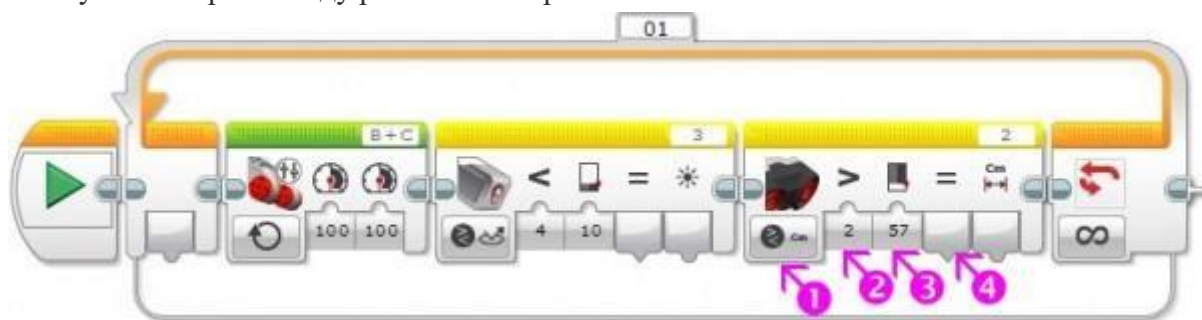

Рис. 8
4. В случае использования ультразвукового датчика за блоком "Датчик цвета" установим программный блок "Ультразвуковой датчик" "Желтой палитры". Режим работы блока установим в значение "Сравнение - Расстояние в сантиметрах" (Рис. 8 поз. 1). Параметр "Тип сравнения" (Рис. 8 поз. 2), параметр "Пороговое значение" (Рис. 8 поз. 3) установим таким образом, чтобы выходной параметр "Результат сравнения" (Рис. 8 поз. 4) выдавал логическое значение "Истина" в случае потери из виду роботом соперника.